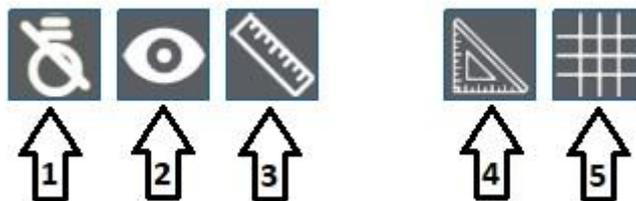

Рисунок 13 – Верхняя панель инструментов
Верхняя панель инструментов (рис. 13) включает в свой состав инструменты (кнопки):
- навигационные огни (поз. 1 рис. 13);
- центрирование БВС (поз. 2 рис. 13);
- линейка (поз. 3 рис. 13);
- линейка поправок (поз. 4 рис. 13);
- сетка корректировочная (поз. 5 рис. 13);